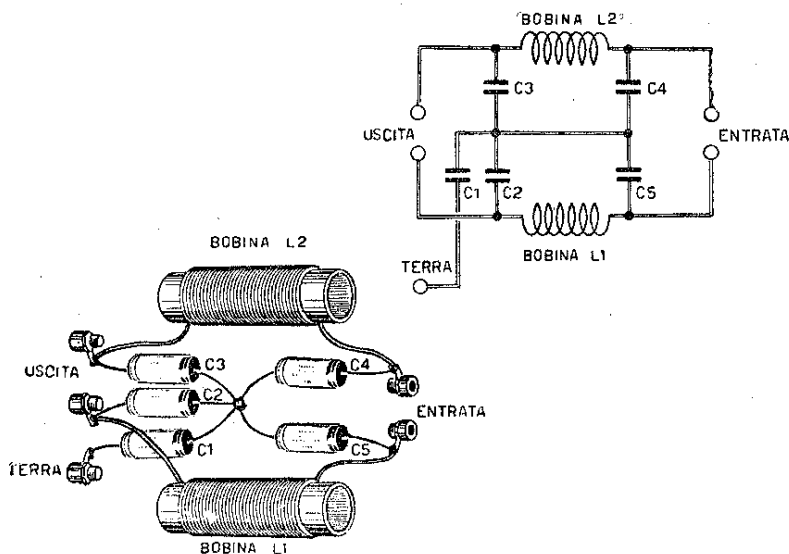

Fig. 131
**377** Nel caso mancasse il trasformatore di alimentazione, cioè nell'eventualità di ricorso ad autotrasformatore, è conveniente far ricorso ad un filtro di rete (fig. 131). Tale filtro risulta costituito da due bobine avvolte su un supporto di diametro pari a cm. 2; il numero delle spire è di 50; il filo da mettere in opera è del tipo ricoperto in cotone e presenta un diametro di mm. 0,5. I condensatori sono del tipo a carta con capacità pari a 25.000 pF.